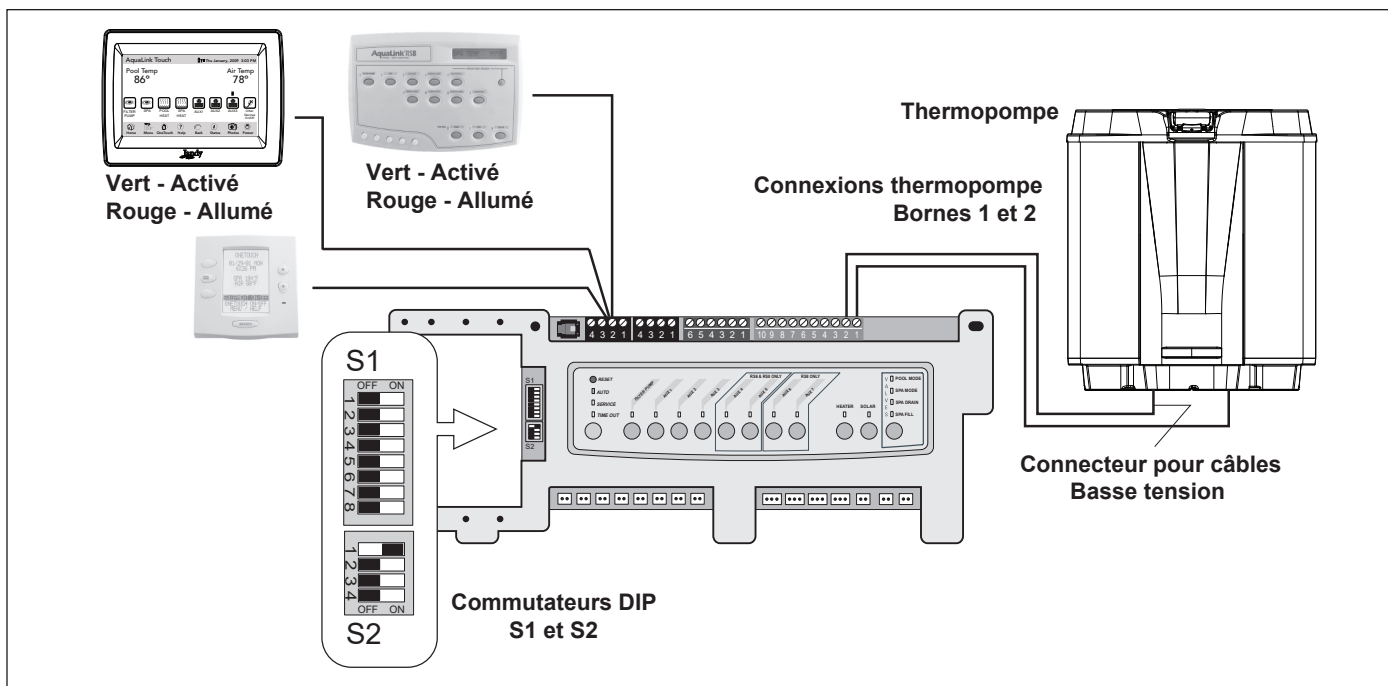

Figure 11. AquaLink RS à thermopompe Jandy JRT - connexion T-Stat (2 fils)
2. Connecter les deux (2) fils aux bornes 1 et 2 à 10 broches vertes du AquaLink RS.
3. Mettre DIP S2-1 (broche n° 1 du commutateur DIP à 4 positions) sur la position ON (activée) (voir la Figure 11).